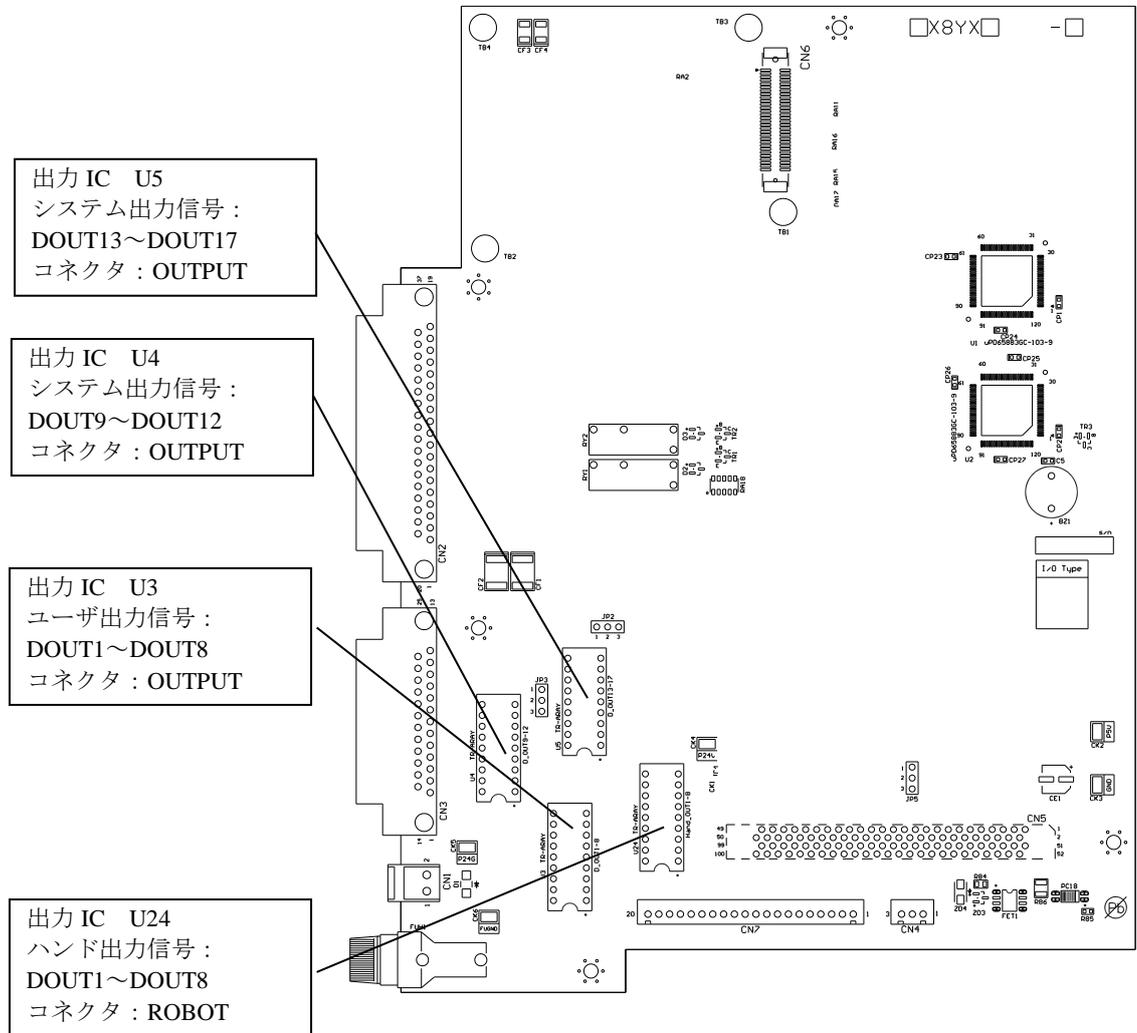

図 4.11 I/O 基板(X8YX) (KSL3000)
- 6) 図4.11のトランジスタ出力 ICをソケットから外します。